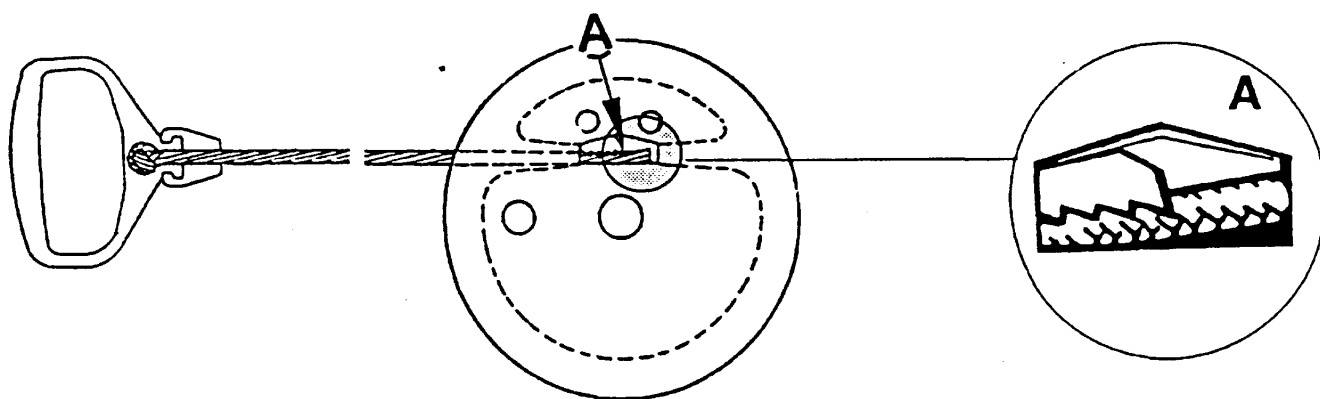

Рис. 41. Заделка шнура ручного стартера
- штифт, выступ и поверхность фиксатора кулачка (10);
- штифт и выступы кулачка (9);
- зацеп для возвратной пружины на шкиве (6);
- зацепы возвратной пружины (5);
- зацепы и ось корпуса стартера (4).
7. Нанести силиконовую смазку на возвратную пружину (5) и установить ее в корпус стартера.
8. Установить на ось корпуса (4) шкив (6) и проверить работу возвратной пружины.
9. Взвести возвратную пружину, вращая шкив (6) против часовой стрелки до упора.
10. Совместив отверстия для шнура в корпусе и шкиве, установить новый шнур и зафиксировать его стопором (8) (рис. 41).
11. На второй конец шнура установить резиновый буфер (14) и рукоятку стартера (15) и завязать "двойной" узел.
13. Нанести смазку (18) на поверхности кулачка (9) и фиксатора кулачка (10), установить их на ось корпуса стартера и зафиксировать от осевого перемещения стопорным кольцом (12).
14. Нанести смазку (17) на внутреннюю поверхность пружины фиксатора (12), установить ее на ось корпуса стартера, обеспечив зацепление ушка пружины со штифтом фиксатора кулачка, и зафиксировать от осевого перемещения стопорным кольцом (13).
15. Вытянуть и отпустить рукоятку стартера. При этом хвостик пружины фиксатора (12) должен зацепиться за выступ кулачка (9).